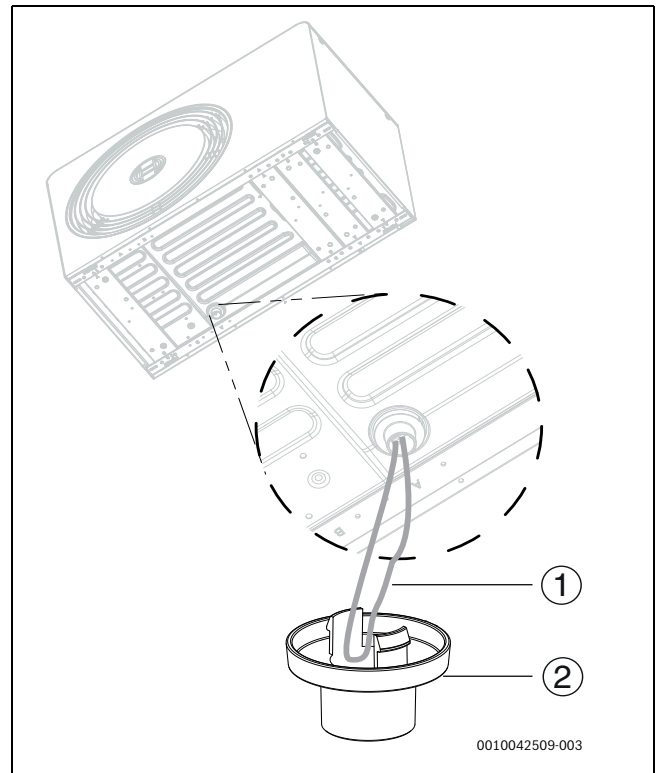

Bild 28 Installation des Ablaufstutzens
7. Kabelbündel für die Tropfschalenheizung herausziehen und durch den Ablaufstutzen schieben (→Bild 28). Ablaufstutzen an die Wärmepumpe anschließen.